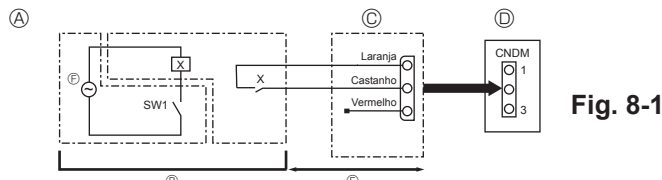

Fig. 8-1
⑥ Máx. 10 m
⑦ Alimentação para relé
⑧ Adaptador de entrada externo (PAC-SC36NA-E)
⑨ Painel de controle da unidade exterior
8.1. Modo de baixo nível de ruído (modificação no local) (Fig. 8-1)